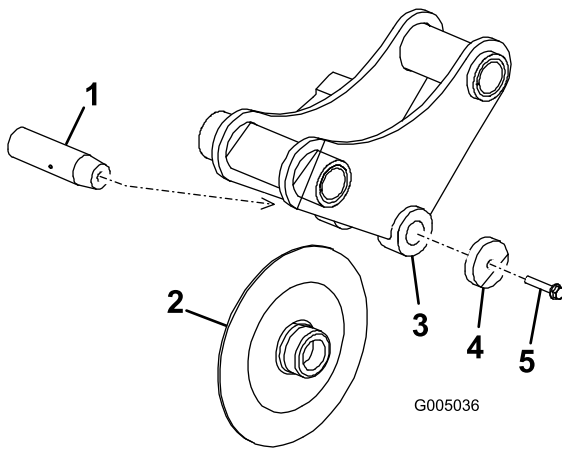

Figure 15
1. Sortez la vis de l'axe de coute de 1,3 cm environ, puis frappez-la plusieurs fois avec un marteau pour dégager la goupille (Figure 15).
2. Enlevez complètement la vis d'axe de coutre, la rondelle, le coutre et l'axe (Figure 15).
3. Placez le nouveau coutre dans le support (Figure 15).
4. Glissez l'axe dans le support et le coutre et fixez-le avec la vis et la rondelle (Figure 15).